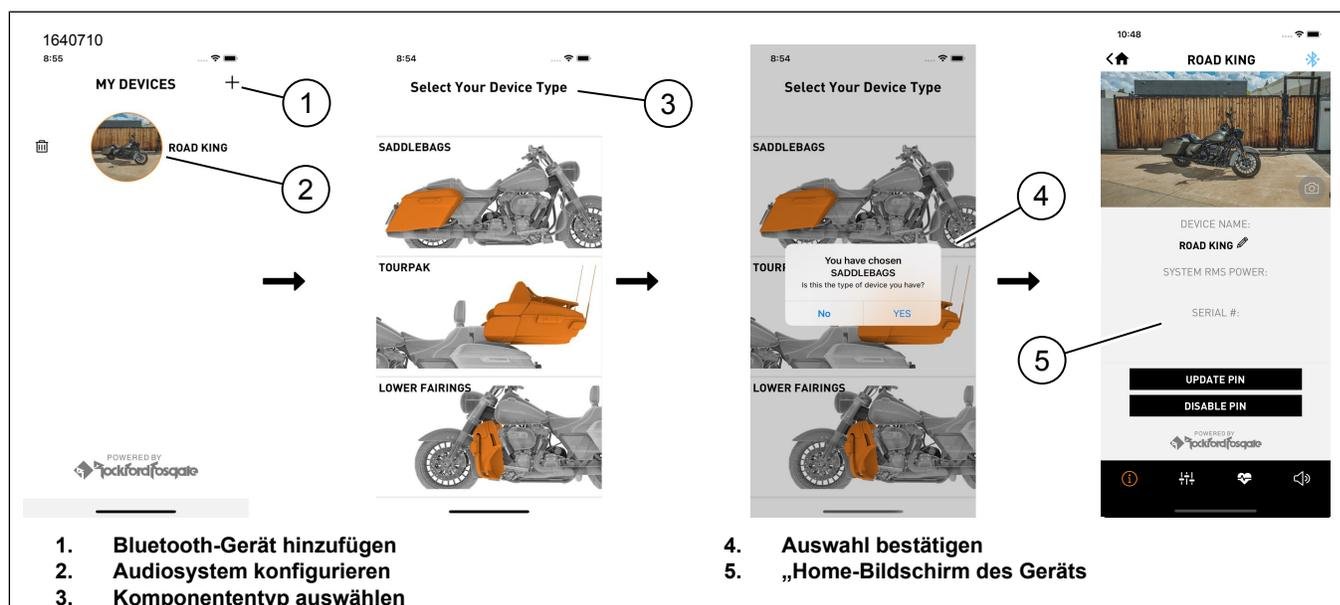
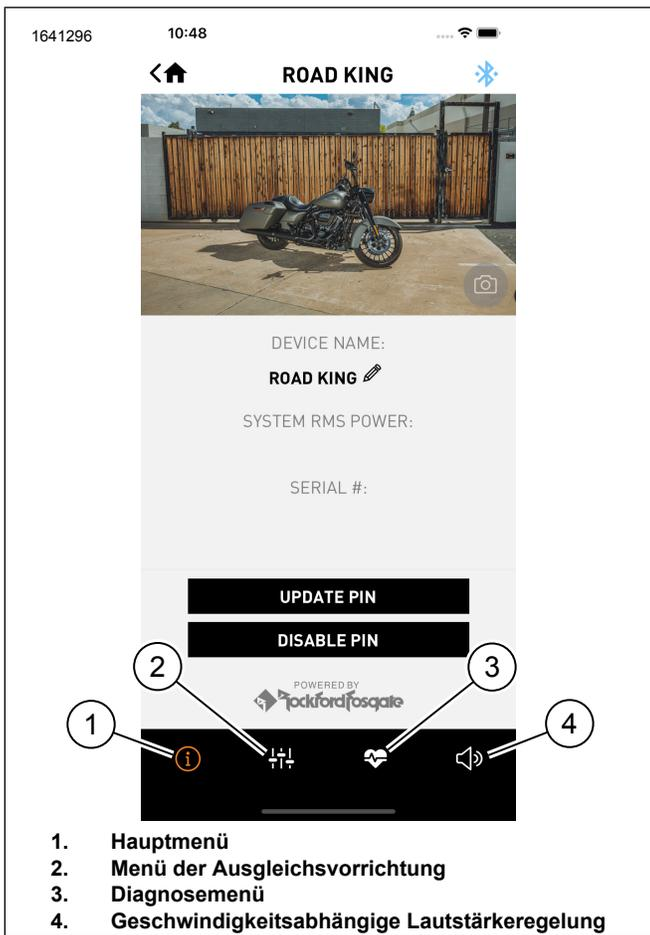
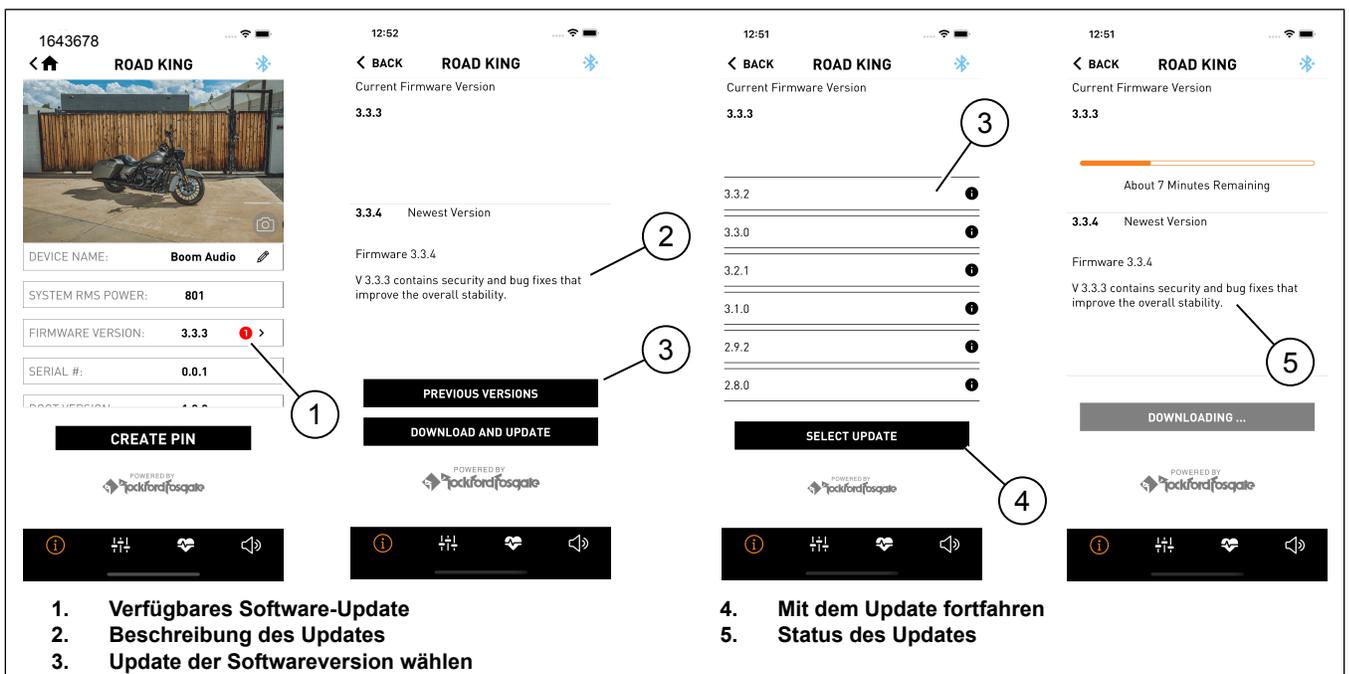

Abbildung 17. Einrichtungsprozess
Abbildung 18. Menüleiste
Abbildung 19.
1. Siehe Abbildung 17. Zugriff auf das Audiosystem.
- a. Das Gerät (1) mit dem System koppeln.
- b. Das Fahrzeug-Soundsystem über App-Menüs (2) einrichten.
2. Wählen Sie die Konfiguration (3), in der Lautsprecher im Fahrzeug eingebaut wurden.
3. Bestätigen Sie die Auswahl (4).
4. Nach Abschluss der Einrichtung wird der „Home-Bildschirm des Geräts (5) angezeigt.
5. Siehe Abbildung 18. Drücken Sie die Menüleistensymbole für:
- a. Hauptmenü (1)
- b. Menü der Ausgleichsvorrichtung (2)
- c. Diagnosemenü (3)
1. Siehe Abbildung 19. Der rote Kreis zeigt an, dass ein Software-Update verfügbar ist (1).
2. Kurze Beschreibung des Updates (2).
- b. Drücken Sie die vorherige Version (3), wenn Sie stattdessen diese Version installieren möchten.
3. Wählen Sie ein Versionsupdate (3) und fahren Sie mit dem Update (4) fort.
- a. Siehe Abbildung 18. Durch Drücken des Symbols Hauptmenü (1) erhalten Sie weitere Informationen zum Update.
4. Der Bildschirm zeigt den Status des Updates (5) an, der auf den Verstärker angewendet wird.